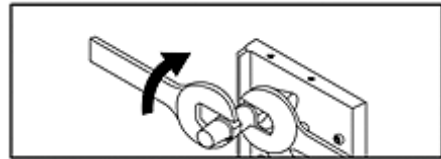

рис. 1
- Затяните соединения с помощью двух гаечных ключей путем вращения их в противоположные стороны. Используйте динамометрический ключ. Момент вращения не должен превышать 2,5 кг/м. (рис.1)